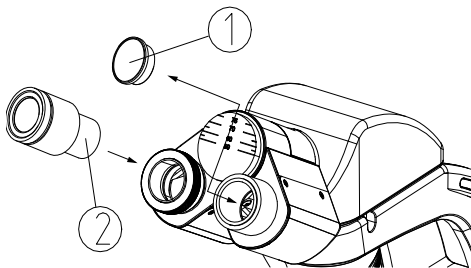

Figure 4
1. Retirez le couvercle du tube d'oculaire ①.
2. Insérez l'oculaire ② dans le tube de l'oculaire jusqu'à ce qu'il atteigne le fond (voir la figure 4).